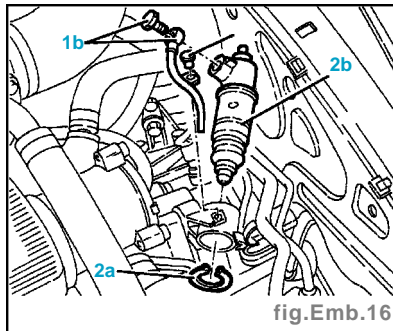

fig.Emb.16
- Dévisser les vis (1a) et déconnecter le record du flexible de refoulement (1b) au cylindre opérateur (fig. Emb. 16).